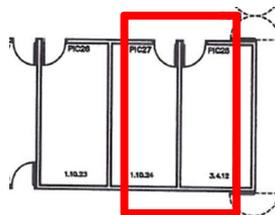

Figura 4 - Sala Asséptica C3.52, localizada no 3º piso do Edifício C
- C3.52 - Sala Asséptica, localizada no 3º piso do Edifício C (Figura 4);